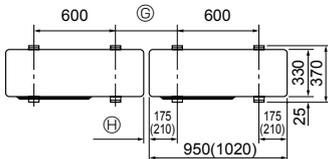

Fig. 3-1
- * Ünitenin çalışması sırasında gürültü yapmaması için üniteyi mutlaka sağlam ve düz bir yüzeye monte edin. (Fig. 3-1)